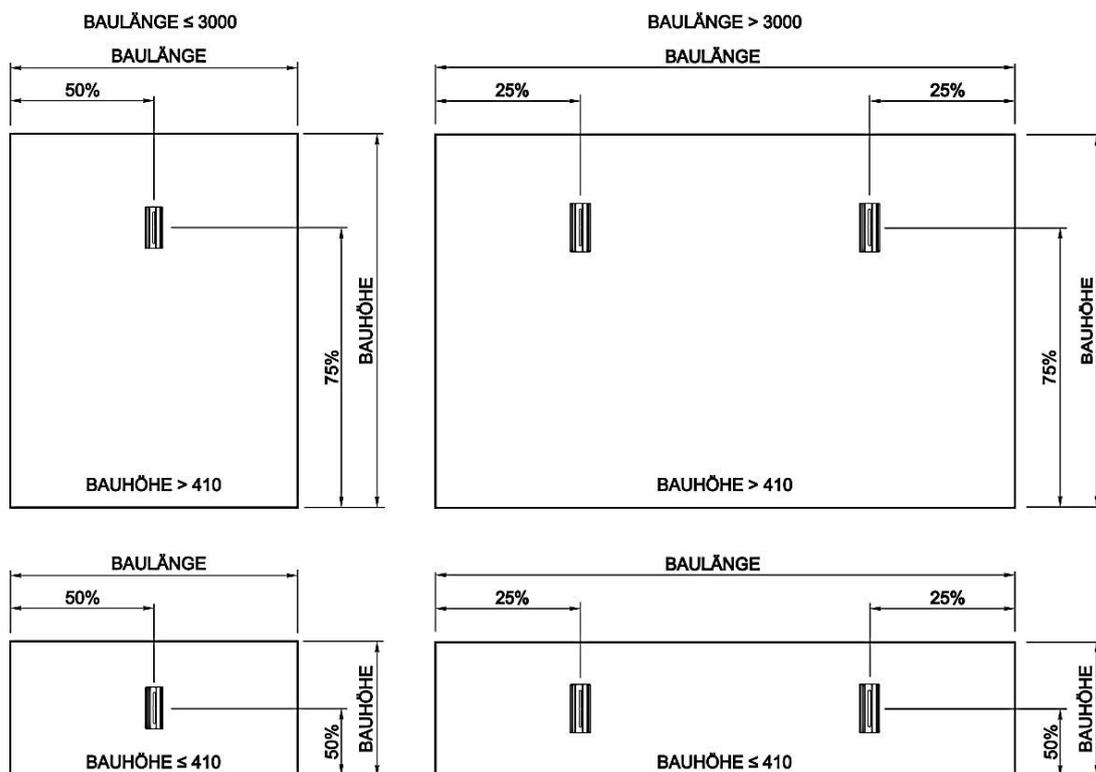

Abbildung 7: Standard-Montagepunkte
Ab einer Baulänge (BL) von 2000 mm kann (dies wird aus Genauigkeitsgründen empfohlen) und ab einer Baulänge (BL) von 3000 mm muss ein zweiter EHKV montiert sein (siehe Abbildung 7). Diese Heizkörper werden somit, wie zwei hintereinander geschaltete Einzelheizkörper betrachtet, die jedoch einzeln bewertet werden.